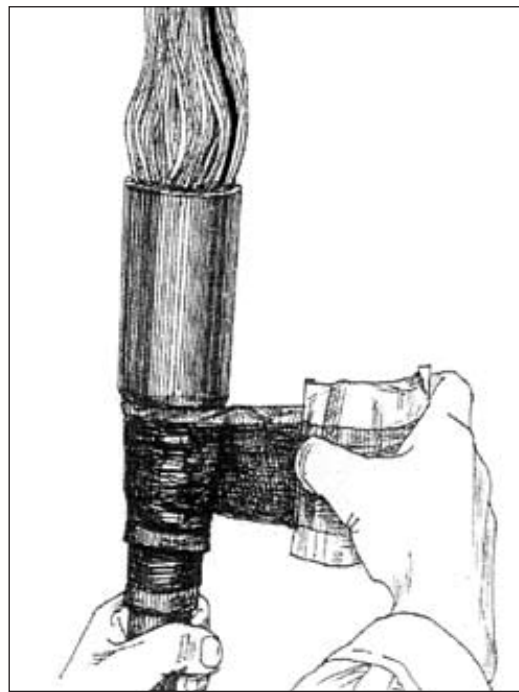

Рис. 3.13 - Наложение ленты ЛГ-2
3.2.2. Корпус муфты надвигают на распущенный сердечник кабеля до упора в экранирующий соединитель. На оболочку кабеля вплотную к концу и затем на конце до перехода на цилиндр с 50%-м перекрытием накладывают один слой ленты ЛГ-2 (рис. 3.13).